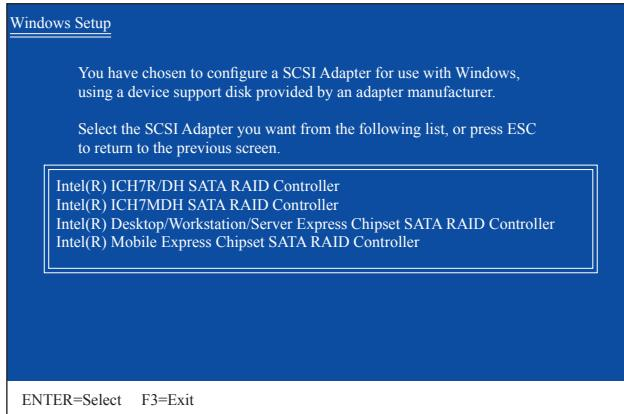
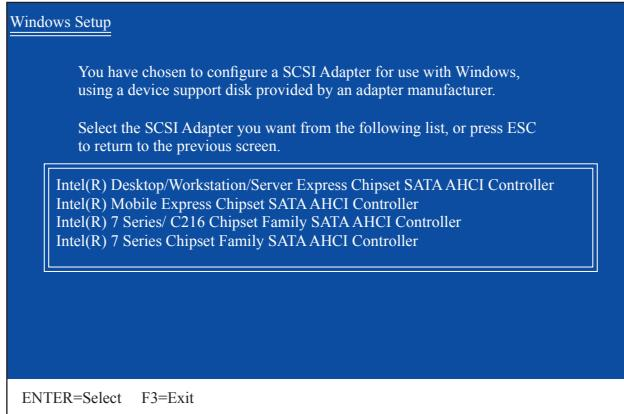

図2
図3
SATA RAID/AHCIドライバを含むフロッピーディスクを挿入し、<Enter>を押します。次に、以下の図2のようなコントローラメニューが表示されます。Intel(R) Desktop/Workstation/Server Express Chipset SATA RAID Controllerを選択し、<Enter>を押します。AHCIモードの場合、キーボードの矢印キーを使用して Intel(R) 7 Series/ C216 Chipset Family SATA AHCI Controller アイテムにスクロールし <Enter> を押します(図3)。